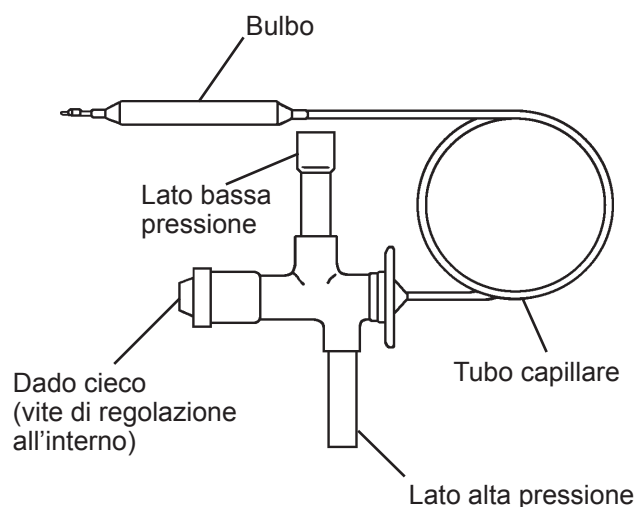

Fig. 13
- 4) Staccare i tubi di ingresso e uscita della valvola di espansione con un tagliatubi. Staccare il lato ingresso applicando il tagliatubi vicino alla valvola di espansione, per mantenere la massima lunghezza possibile del tubo. Staccare il lato uscita in corrispondenza della linea tratteggiata nella Fig. 13. Se necessario, allargare l'imboccatura dei tubi con un mandrino allargatubi prima di saldarli alla nuova valvola di espansione.